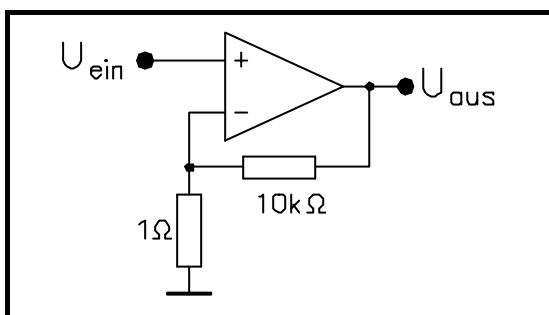

Abb. 4-3: 10000-fach Verstärker
Abb. 4-3 zeigt das Absinken von V_0 mit steigender Frequenz. Bei der maximalen Arbeitsfrequenz der Schaltung muß genügend Schleifenverstärkung bleiben, um die nötige Genauigkeit einzuhalten.
6) unter dieser Grenze bleiben. In Abb. 4-3 sind die GBW-Produkte des OP-27 (ca. 5 MHz) und des OP-37 (ca. 40 MHz) markiert.